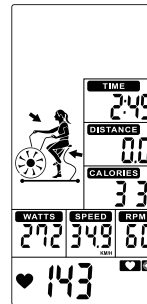

Figure 49
- ⑥ Wenn die Herzfrequenz zwischen 65% und 85% liegt, blinkt nur der & Wert (Abbildung 49).
- ⑦ Kein Signaleingang für 30s, Summer ertönt 1 kurzer Piepton und wechselt in den Aufwachmodus.
- ⑧ Drücken Sie die START-Taste einmal, um in den PAUSE-Modus zu gelangen. Der Summer ertönt innerhalb von 30 Sekunden für 0,5 Sekunden pro Sekunde. Alle Werte werden auf dem LCD-Display angezeigt und blinken alle 2 Sekunden. Wenn Sie das Training für 5 Minuten unterbrechen, ertönt der Summer 2 Sekunden lang und Sie gelangen in den Aufwachmodus. Drücken Sie START, um das Training fortzusetzen.
- ⑥ When Heart Rate goes between 65% ~ 85%, only will flash (Figure 49).
- ⑦ No signal input for 30s, buzzer sounds 1 short beep and enter to Wake-up mode.
- ⑧ Press START button once enter into PAUSE mode, Buzzer will sound for 0.5s per second within 30s. All values are displaying on LCD and flashing in every 2s. If continue to stop training for 5 minutes, buzzer sounds 2s and enter to Wake-up mode. Press START to resume workout.